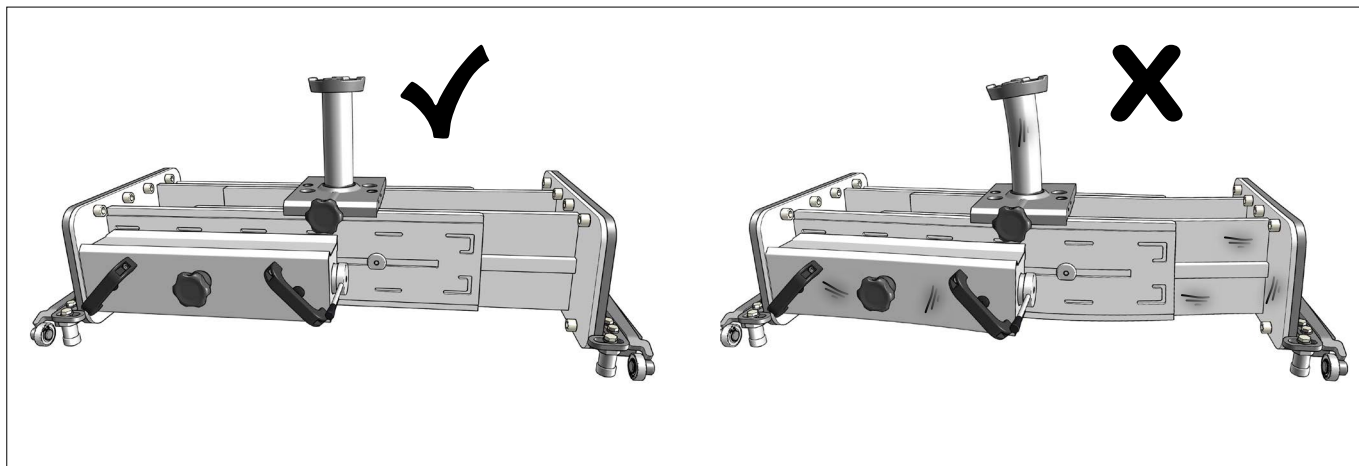
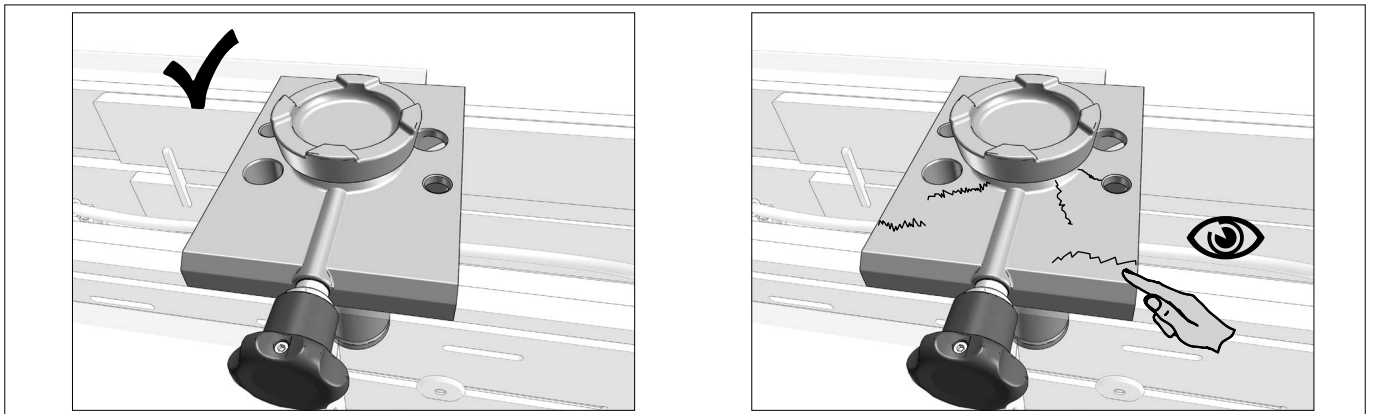

Fig.39
Fig.44
- Skader (*Fig.39*) og unormalt slid (*Fig.44*), (*Fig.45*)
- Damage (*Fig.39*), wear and tear (*Fig.44*), (*Fig.45*)
- Schäden (*Fig.39*) und ungewöhnliche Abnutzung (*Fig.44*), (*Fig.45*)
- Dommages (*Fig.39*) et usure (*Fig.44*), (*Fig.45*)
- Slitage (*Fig.39*), (*Fig.44*), (*Fig.45*)
- Vauriot (*Fig.39*) ja yleinen kuluminen (*Fig.44*), (*Fig.45*)
- Schade (*Fig.39*) en slijtage (*Fig.44*), (*Fig.45*)
- Daños (*Fig.39*) y desgaste (*Fig.44*), (*Fig.45*)
- Повреждений (*Fig.39*) и износа (*Fig.44*), (*Fig.45*)
- Danni (Fig.39) e usura (Fig.44), (Fig.45)